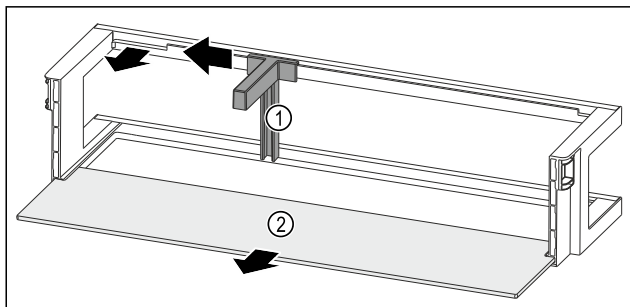

Fig. 213 Dveřní přihrádka s držákem lahví a odkládací plochou
- Držák lahví Fig. 213 (1) posuňte na stranu až k vybrání.
- Držák lahví Fig. 213 (1) odeberte.
- Odkládací plochu Fig. 213 (2) odeberte.